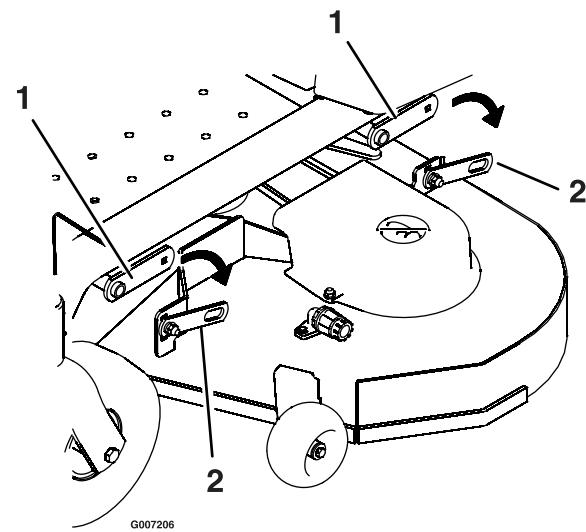

Figura 54
5. Retire la tuerca, el perno y el casquillo de pivote del tirante de la plataforma (Figura 53). Baje cuidadosamente la parte delantera de la plataforma del cortacésped al suelo (Figura 54).
5. Utilice los herrajes existentes para acoplar el tirante trasero de la plataforma del cortacésped al brazo de elevación de la plataforma (Figura 54).